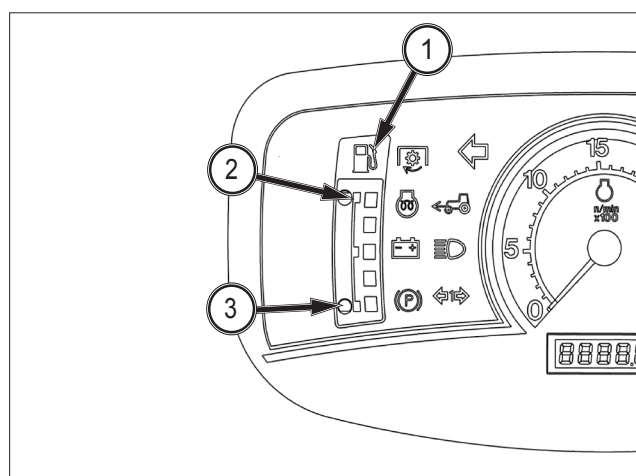

FIG. 40
FIG. 40 : La jauge de carburant (1) indique le niveau de diesel dans le réservoir de carburant. Plus un volume important de carburant alimente le réservoir de carburant, plus la barre de la jauge est haute, jusqu'à atteindre l'icône de réservoir plein (2). Ne laissez donc pas la jauge de carburant atteindre l'icône de réservoir vide (3).